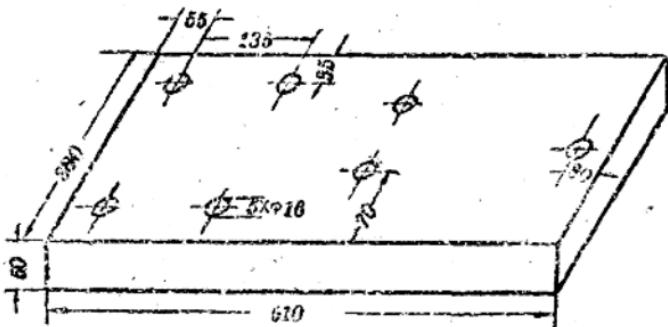

图 1-13 底座
**底座** 用生铁铸造，上面螺孔的大小和孔之间的距离，应分别和上述有关零件配合，见图1-13。